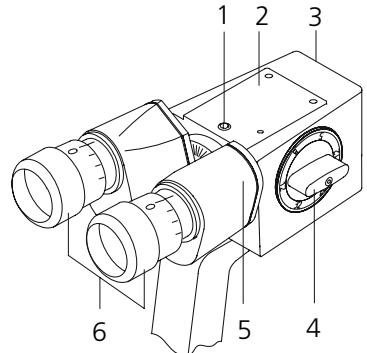

Fig. 2 Estereomicroscopio
- Los elementos de unión relevantes para la seguridad del aparato (por ejemplo: el tornillo de seguridad para el tubo binocular 1, Fig. 2), deben estar montados correctamente. Las uniones atornilladas (por ejemplo, para los accesorios) deben estar apretadas.